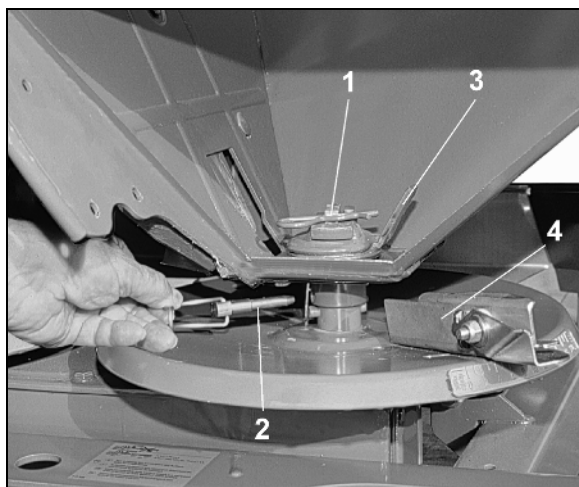

Рис. 88
1. Выньте пружинный зажим (Рис. 88/1).
2. Снимите насадку перемешивающей головки (Рис. 88/2).